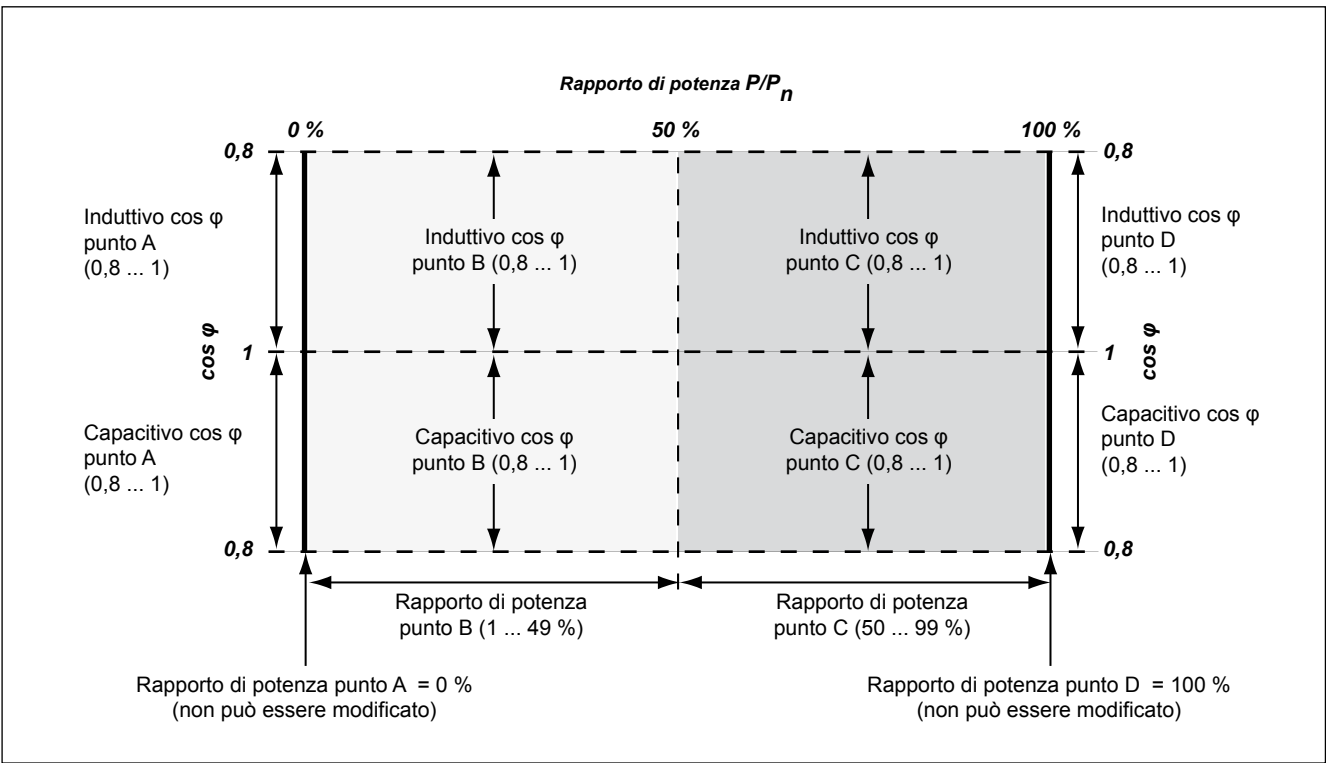

Fig. 10.3: Fasce di impostazione per la funzione " $\cos \varphi (P)$ "
Questa funzione consente di definire un $\cos \varphi$ separato per quattro rapporti diversi di potenza P/P_n (vedi "Fig. 10.3 Fasce di impostazione per la funzione " $\cos \varphi (P)$ "", p. 58).
(vedi in proposito Fig. 10.3, p. 58)